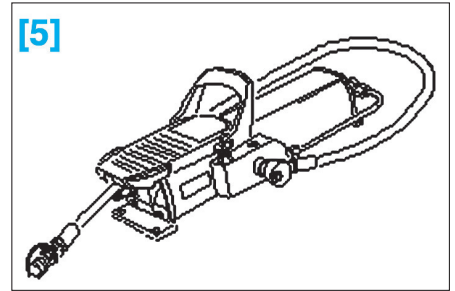

FIG. 59
- [5]. Pompe à commande au pied Ref.VAS 6179 (Fig.59).